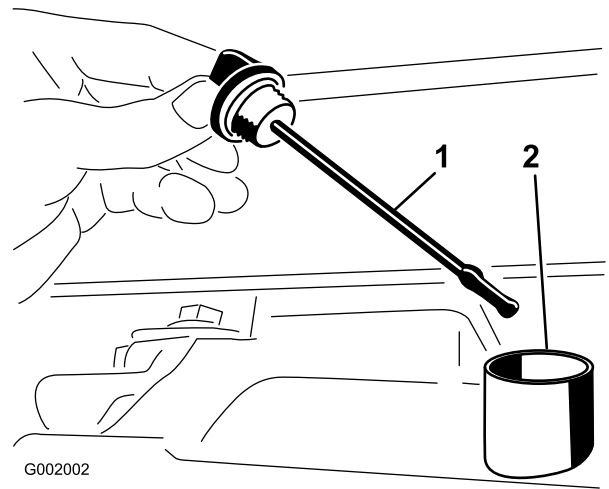

図 63
2. トランスアクスルのディップスティックを抜き、ウェスで一度きれいに拭く(図 63)。